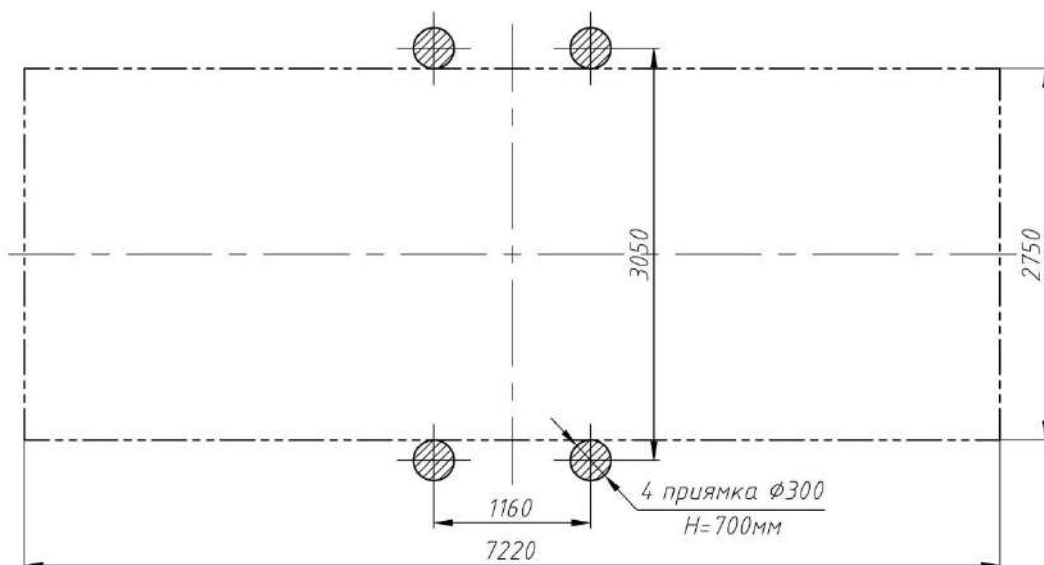

Рис.3 План фундамента качелей парковых РТР 52В
3.6. Монтаж качелей заключается в сборке составных узлов и деталей качелей с последующим бетонированием металлических стоек боковин в заранее подготовленные прямки (рис. 3).